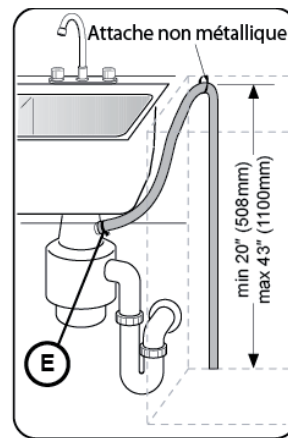

Figure 11
2. Directement sur le raccordement de vidange de lave-vaisselle d'un broyeur de déchets, comme l'indique la Figure 11.